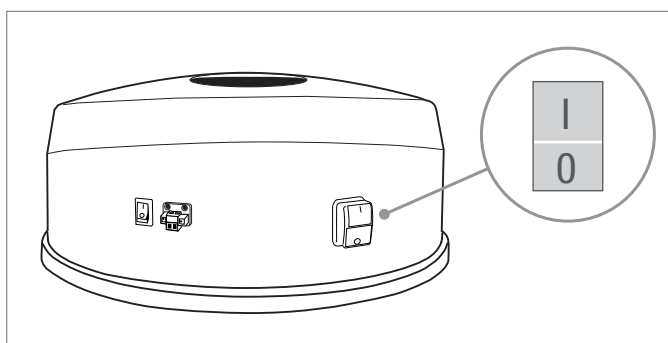

Рис. 6-1 Выключатель центрального пылесоса
- 1 Удостоверьтесь, что выключатель центрального пылесоса находится в положении «выключено» (см. рис. 6-1).